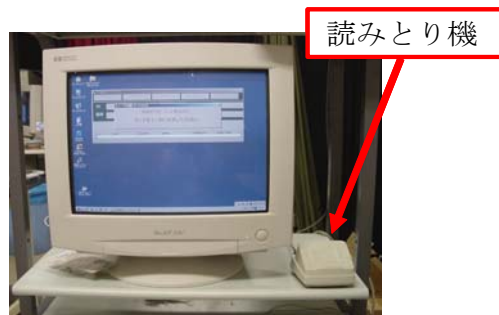

図 4
- 2) ID カードをコンピュータ横の読みとり機 (図 4) にかざします。